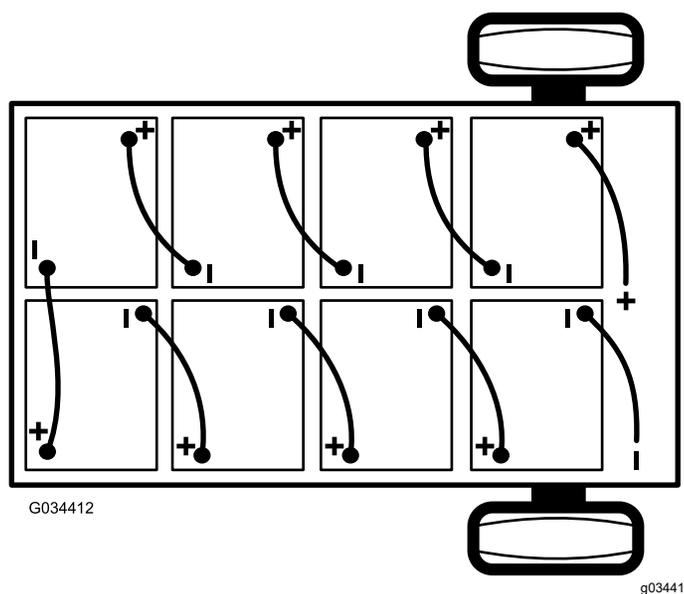

图 42
2. 断开将电池盒连接至机器接地点的主负极电池接线黑色图 42。
3. 断开将电池盒连接至机器主接触器的主正极电池接线红色图 42。
注意 安装新电池时要注意电池的极性图 42。
6. 使用步骤 1 中卸下的电池互连线如图 42 所示将电池连接到一起。
2. 连接电池盒与机器之间的正极电池接线红色图 42。
3. 连接电池盒与机器之间的负极电池接线黑色图 42。